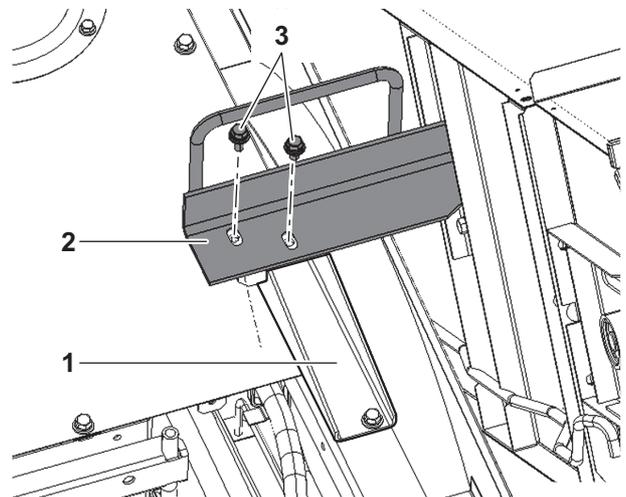

図 2-43
4. MCH1170の場合、ベース（固定 (1) に昇降機のハンドル (2) をボルトM8×20 (3) (2本) で固定します。(図 2-43)